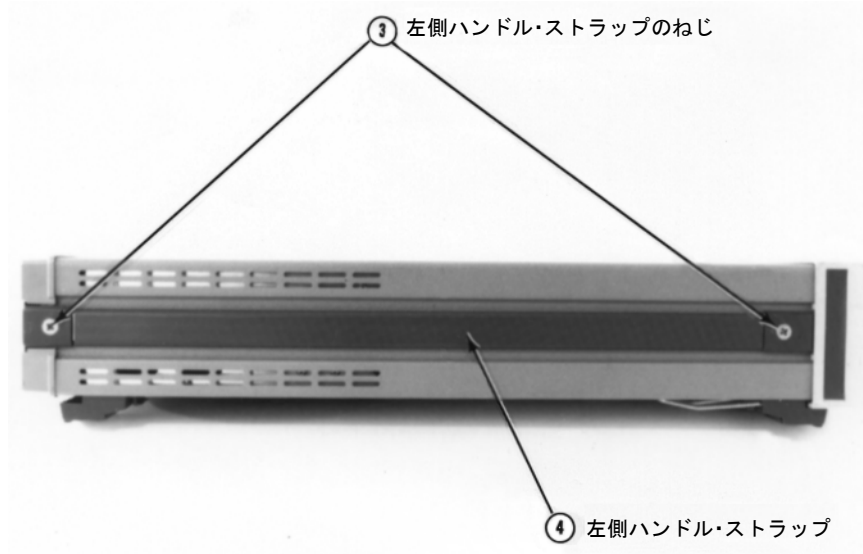

図36. 3458の左面図
5. 図36を参照してください。3458の左面を前にして置きます。
8. 図36を参照してください。左側ハンドル・ストラップを元に戻します。#1 Pozidriv ドライバを使用して、ストラップねじを元に戻します。